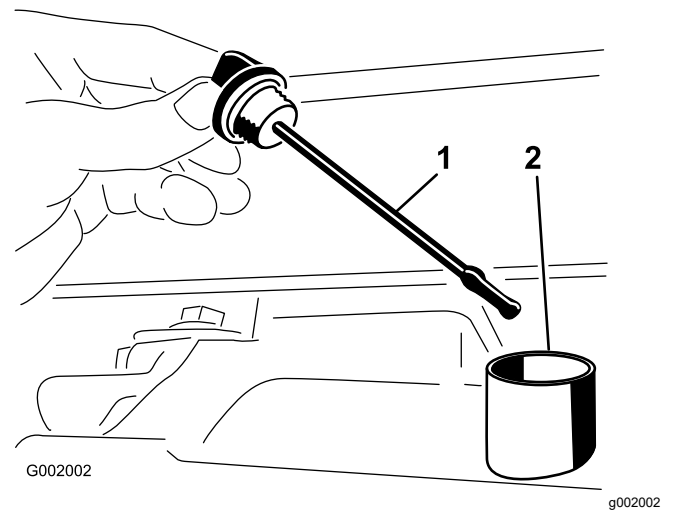

Figura 52
2. Retire la varilla del transeje y límpiela con un paño limpio (Figura 52).